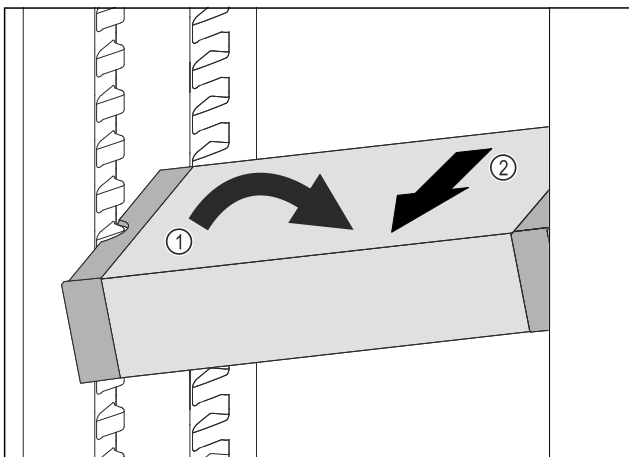

Fig. 177
- Incliner le VarioSafe dans la partie réfrigérateur. Fig. 177 (1)
- Sortir le tiroir VarioSafe par l'avant. Fig. 177 (2)